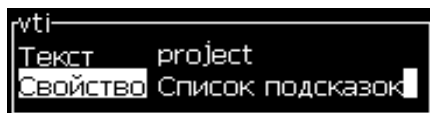

Рисунок 5-7: Атрибут – Подсказка в списке
- 6 Нажмите кнопку “Enter” (ввод) для открытия диалогового окна конфигурации текстовых пользовательских полей (см. Рисунок 5-7).